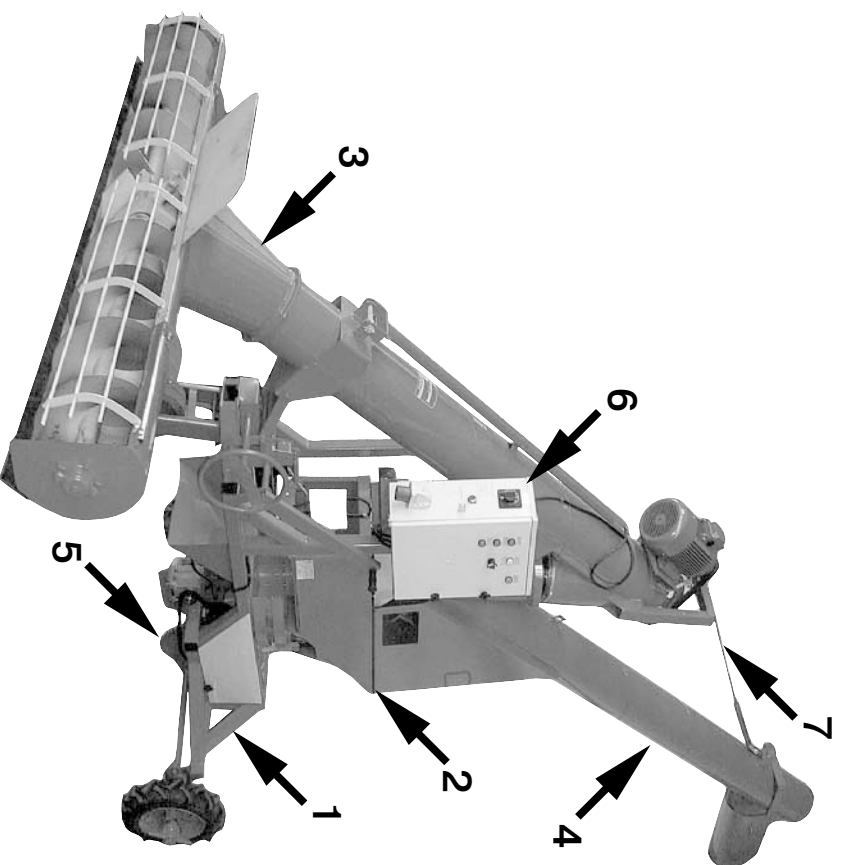

Рис. 1
1.2. Погрузчик зерна самопередвижной ПЗ-100 (рис. 1) производительностью 100 т/ч предназначен для механизации погрузочно-разгрузочных работ на открытых площадках с твердым покрытием и зерноскладах. Погрузчик зерна ПЗ-100 может выполнять следующие операции:
- 3.1.** Погрузчик зерна состоит из следующих основных узлов и механизмов (рис. 1): рама с ходом 1, рама поворотная 2, транспортёр загрузочный 3, транспортёр отгрузочный 4, механизм самохода 5, пульт с электрооборудованием 6, шпрангель 7.